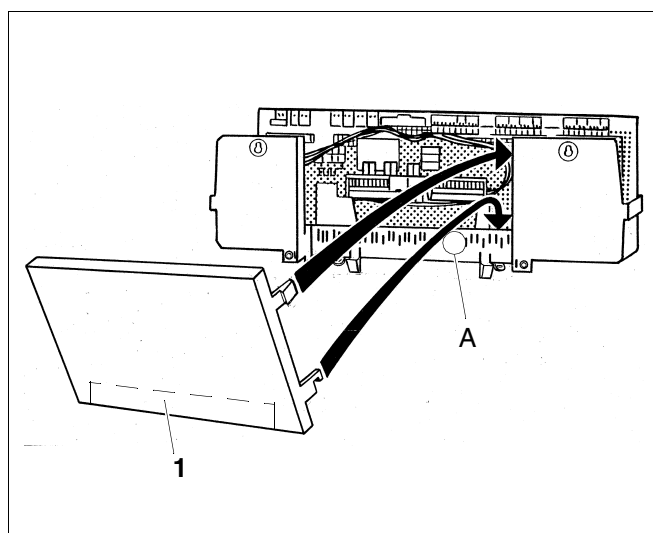

Fig. 66 Paroi arrière de l'appareil de régulation
Il est recommandé de découper le bord inférieur (fig. 66, **pos. 1**) de la paroi arrière de l'appareil de régulation.
- Accrocher les deux crochets inférieurs de la paroi arrière dans le cadre de serrage. Presser le haut de la paroi jusqu'à ce que les deux crochets supérieurs s'enclenchent (fig. 66).